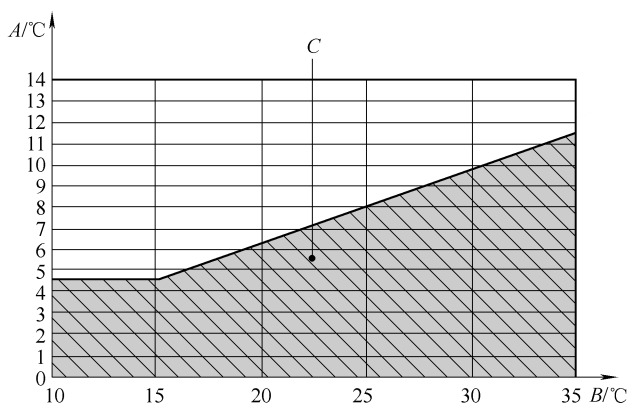

图 8-3-30 气流温度和环境温度公差范围图
(6) 按压操作和显示单元(Climatronic 控制单元 J255)上的“车内空气循环运行模式”按钮(按钮中的“车内空气循环运行模式”图标亮起)。
(7) 将发动机转速提高到 2000r/min(开始时间测量)。在“读取测量值块”功能中选择显示分组“018”。比较显示区“1”中显示的测量值(蒸发器出风口温度传感器 G263)与图 8-3-30 中的值。